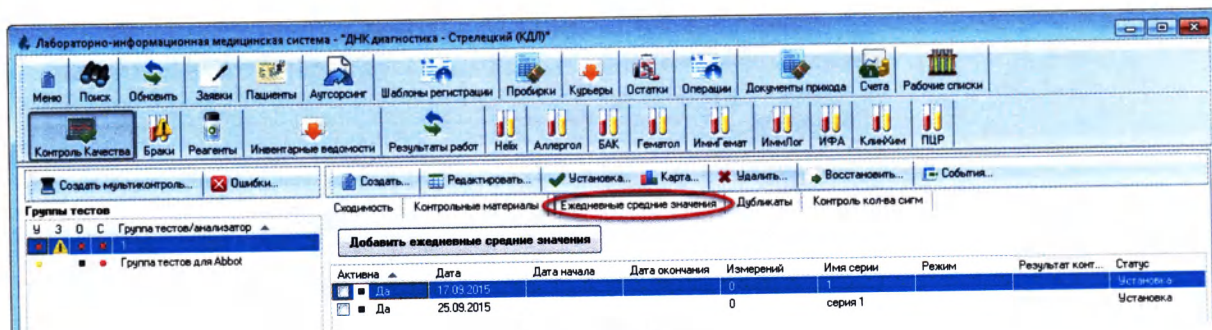

Рисунок 12.75
1. Перейдите в журнал «Ежедневные средние значения» выбрав соответствующую вкладку (Рисунок 12.75):